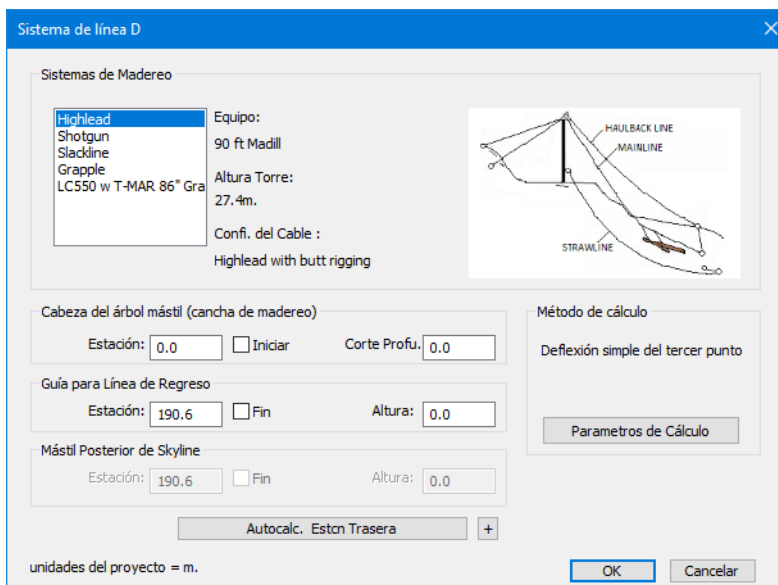

Figura 3-1: Configuración de Línea de Deflexión
3. Seleccione la pestaña *Análisis de Cable*, luego haga clic en el botón  Nuevo. El cuadro de diálogo *Sistema D-line* mostrado en la Figura 3-1 aparecerá.